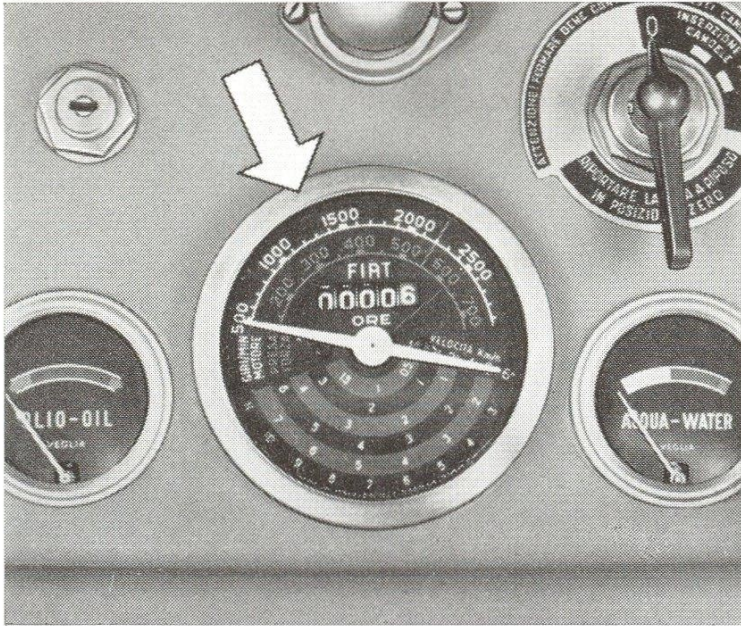

Fig. 7. - Horotachymètre.
**15. Horotachymètre** (voir fig. 7): l'aiguille du compteur indique dans la plage supérieure du cadran les tours/min du moteur et de la prise de force, et, dans la plage inférieure, la vitesse en km/h aux différentes combinaisons de la boîte. La ligne verte sur les échelles du compte-tours indique le régime de puissance maxi du moteur; la ligne rouge indique la vitesse unifiée de la prise de force (540 à 550 t/min, correspondant à 2160-2200 t/min du moteur).